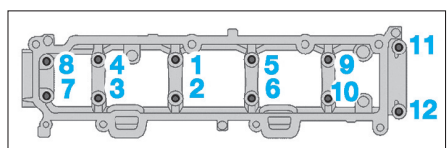

Fig. 48
- Respecter l'ordre de serrage des vis de fixation du carter chapeaux supérieur d'arbre à cames (Fig.48).